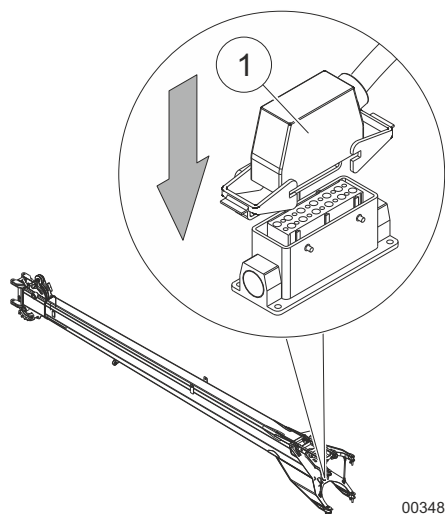

Fig. 153 Cabo para a chave de limite de elevação na posição de estacionamento
| 9 | Remova o cabo do fim de curso de elevação da lança volante da cabeça da lança telescópica e insira-o na bucha de armazenamento (1) na Fig. 153, na lança volante. |